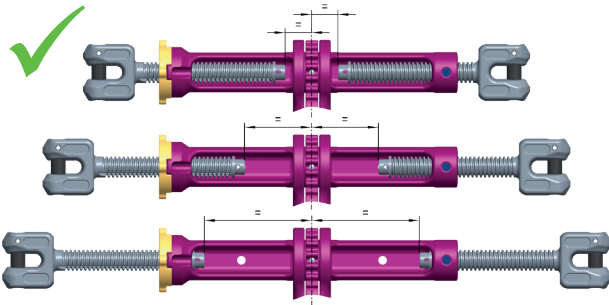

Fig. 4: Serrage ou desserrage correct (en parallèle)
- Avant le levage, tournez le ICE-CURT-(K)-GAKO dans la position la plus courte possible (T) pour permettre un allongement du brin de la chaîne.
- Veillez toujours à serrer et desserrer les broches en parallèle (Fig. 4)